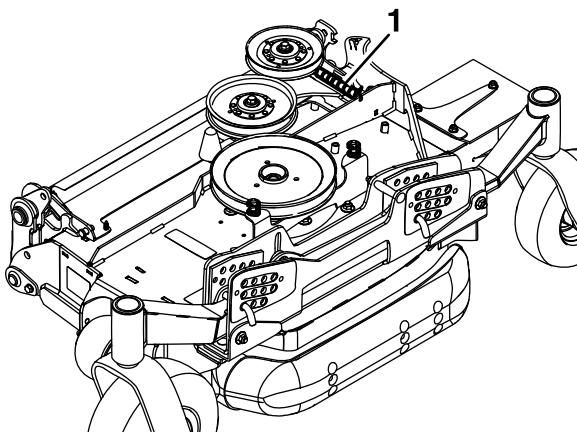

Figure 87
23. Pour faciliter l'installation des tabliers latéraux, décrochez avec précaution l'extrémité exposée du ressort qui exerce une pression sur l'arrière du capot du tablier latéral (Figure 87).